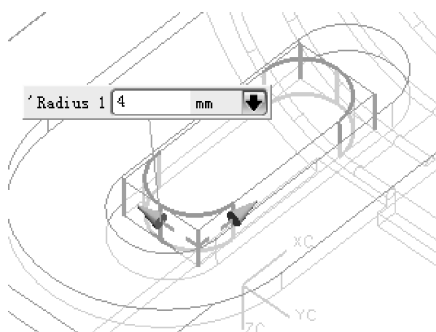

图 3-45 创建半径为 4 的圆角
- 17 使用【边倒圆】工具，选择如图 3-45 所示的边，创建出圆角半径为 4 的特征。